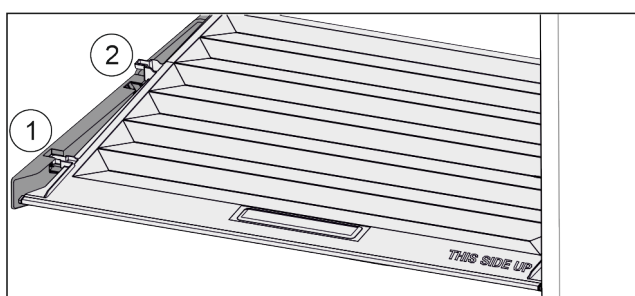

Fig. 42
- Deckel bis zur Öffnung in den Halteteilen nach vorne ziehen Fig. 42 (1).
- Hinten von unten anheben und nach oben wegnehmen Fig. 42 (2).